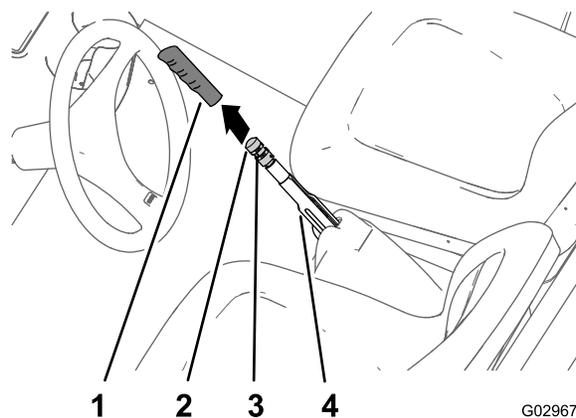

Figura 63
- Togliete l'impugnatura dalla leva del freno di stazionamento (Figura 63).
- Allentate la vite a pressione che fissa la manopola di regolazione del freno alla leva del freno di stazionamento (Figura 63).
- Girate la manopola di regolazione del freno in modo che per azionare la leva del freno di stazionamento occorra una forza di 133-156 N·m (Figura 63).
4. Serrate la vite a pressione e montate l'impugnatura (Figura 63).
1. Togliete l'impugnatura dal freno di stazionamento (Figura 63).
2. Allentate la vite a pressione (Figura 63) che fissa la manopola di regolazione del freno alla leva del freno di stazionamento, rilasciate il freno di stazionamento e allentate la manopola di regolazione del freno.
5. Girate la manopola di regolazione del freno (Figura 63) in modo che per azionare la leva del freno di stazionamento occorra una forza di 133-156 N m.
- C. Girate la manopola di regolazione del freno (Figura 63) in modo che per azionare la leva del freno di stazionamento occorra una forza di 133-156 N m.
- Serrate la vite a pressione e montate l'impugnatura (Figura 63).